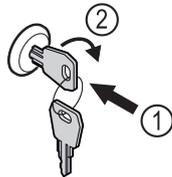

Fig. 170
- ▶ Introducir la llave Fig. 170 (1).
- ▶ Girar la llave 90° en sentido horario Fig. 170 (2).